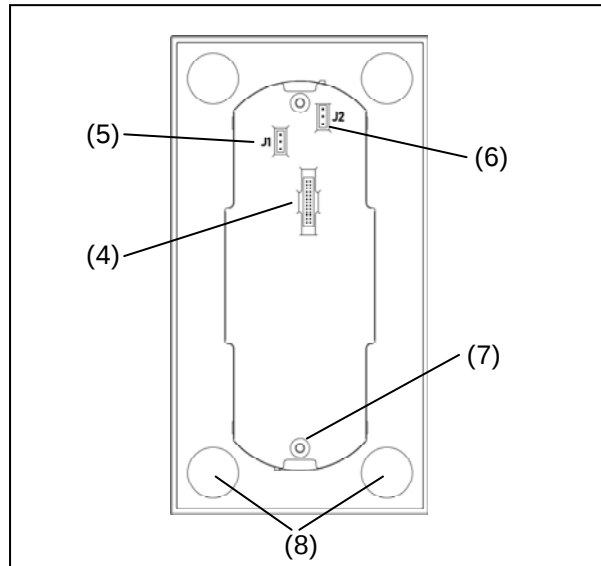
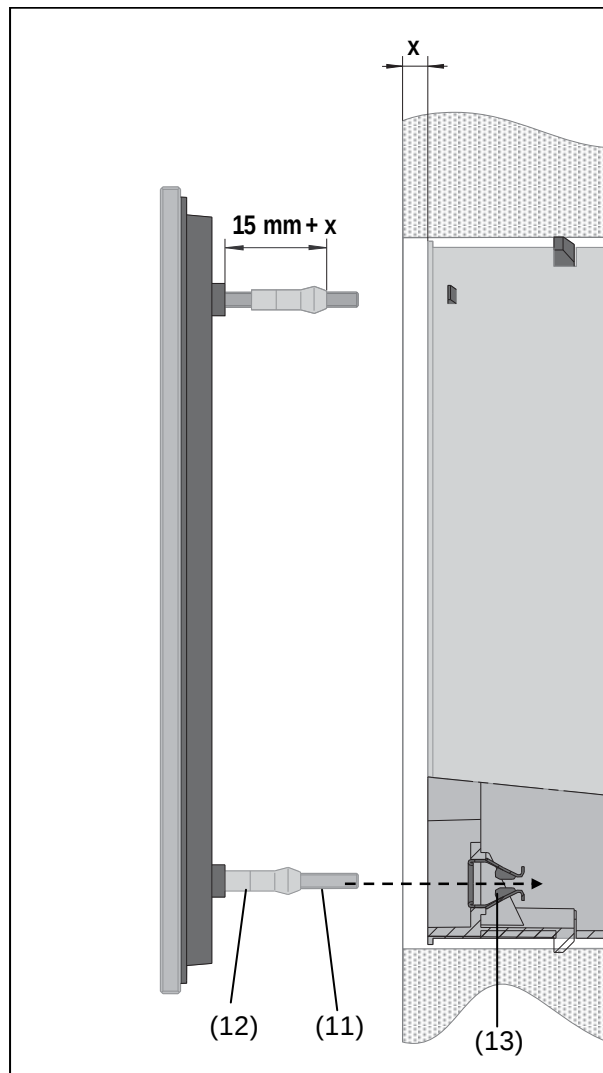

Bild 2: Rückansicht
Bild 6
- Die Klebeplätze für die Haftpunkte auf der Rückseite des Glas-Sensors (Bild 2, 8) von Verunreinigungen befreien.
- ❶ Vor Abschluss der Montage den Glas-Sensor ausrichten und im Bereich der Haftpunkte andrücken, um ihn zu fixieren.
- Gegebenenfalls erforderlichen Putzausgleich ausmessen (Bild 6, x). Die Haltezapfen (Bild 6, 12) auf den Gewindestiften (Bild 6, 11) um den Putzausgleich x herausschrauben, so dass diese einen Abstand von 15 mm + x von der Buchse für die Gewindestifte aufweisen.
- ❶ Putzausgleich genau einstellen, damit der Glas-Sensor nach der Montage fest auf der Wand sitzt.
- Glas-Sensor und verwendeten Adapter mit beiliegendem Flachbandkabel verbinden. Hierzu die Stecker auf die vorgesehenen Steckplätze des Glas-Sensors (Bild 2, 4) und des Adapters stecken.
- Glas-Sensor mit den Gewindestiften (Bild 6, 11) in die Klemmfedern (Bild 6, 13) einführen und andrücken bis die Haltezapfen (Bild 6, 12) spürbar einrasten.
- Gegebenenfalls erforderlichen Putzausgleich ausmessen (Bild 6, x). Die Haltezapfen (Bild 6, 12) auf den Gewindestiften (Bild 6, 11) zusätzlich um den Putzausgleich x herausschrauben, so dass diese einen Abstand von 20 mm + x von der Buchse für die Gewindestifte aufweisen.
Hierzu die Stecker auf die vorgesehenen Steckplätze des Glas-Sensors (Bild 2, 4) und des Adapters stecken.
- Gewindestifte (Bild 6, 11) aus den Buchsen auf der Rückseite des Glas-Sensors herausschrauben.
- ❶ Auf der Kopfseite der Gewindestifte befindet sich die Aufnahme für einen Inbusschlüssel, Stärke 1,5 mm.